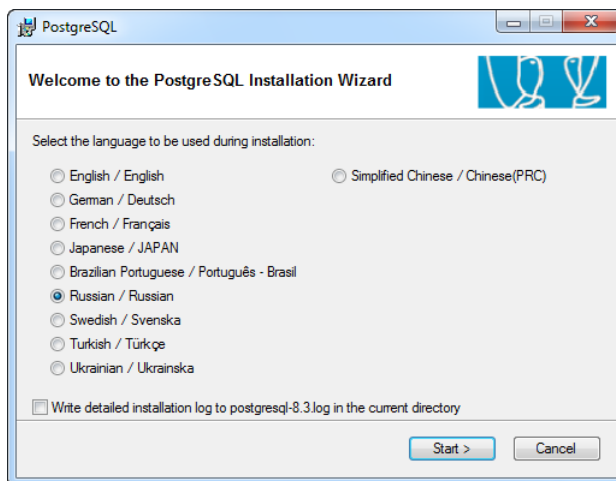

Рис. 3.3. Выбор языка, используемого при установке
3. В открывшемся окне выберите русский язык (Russian) и нажмите кнопку Start (рис. 3.3).